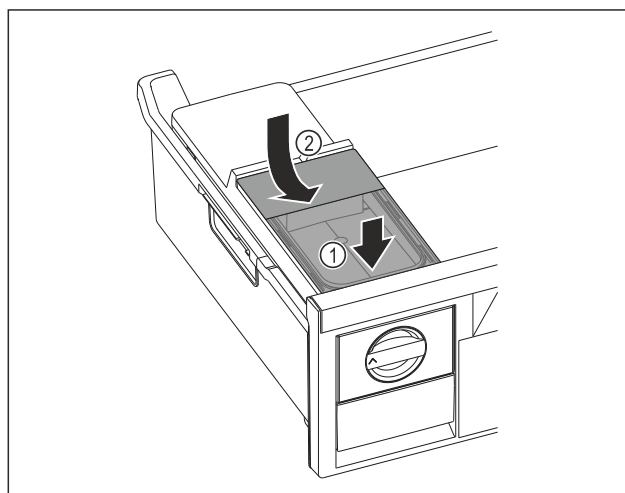

Fig. 130
- ▶ Wassertank vorne ansetzen. Fig. 130 (1)
- ▶ Wassertank hinten absenken. Fig. 130 (2)